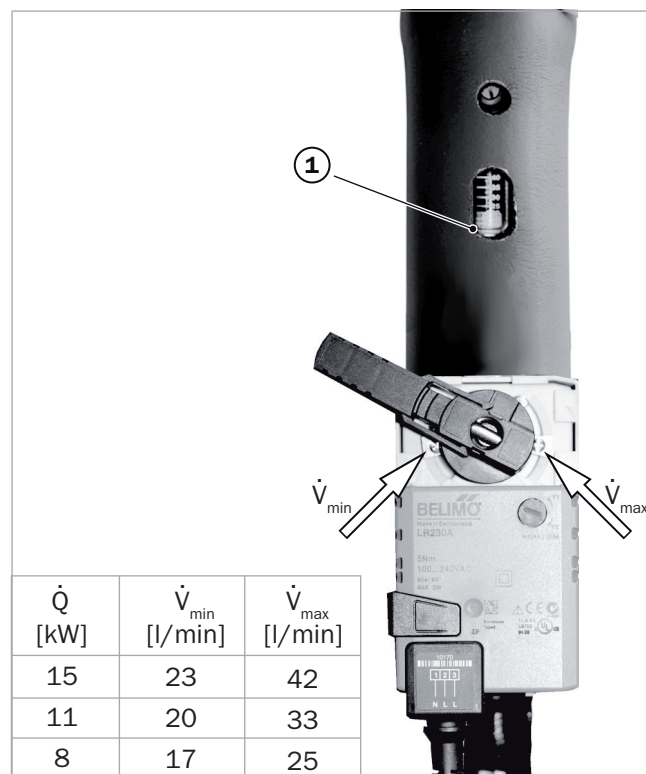

Abb. 64: Durchfluss einstellen
Der Ablesepunkt ist die untere Kante des Zylinders, siehe -> Abb. 64 (1).